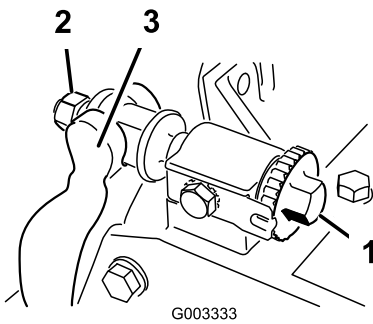

Figura 59
1. Gire el tornillo de ajuste de la barra de asiento, en el sentido contrario a las agujas del reloj, para alejar la contracuchilla del molinete (Figura 59).